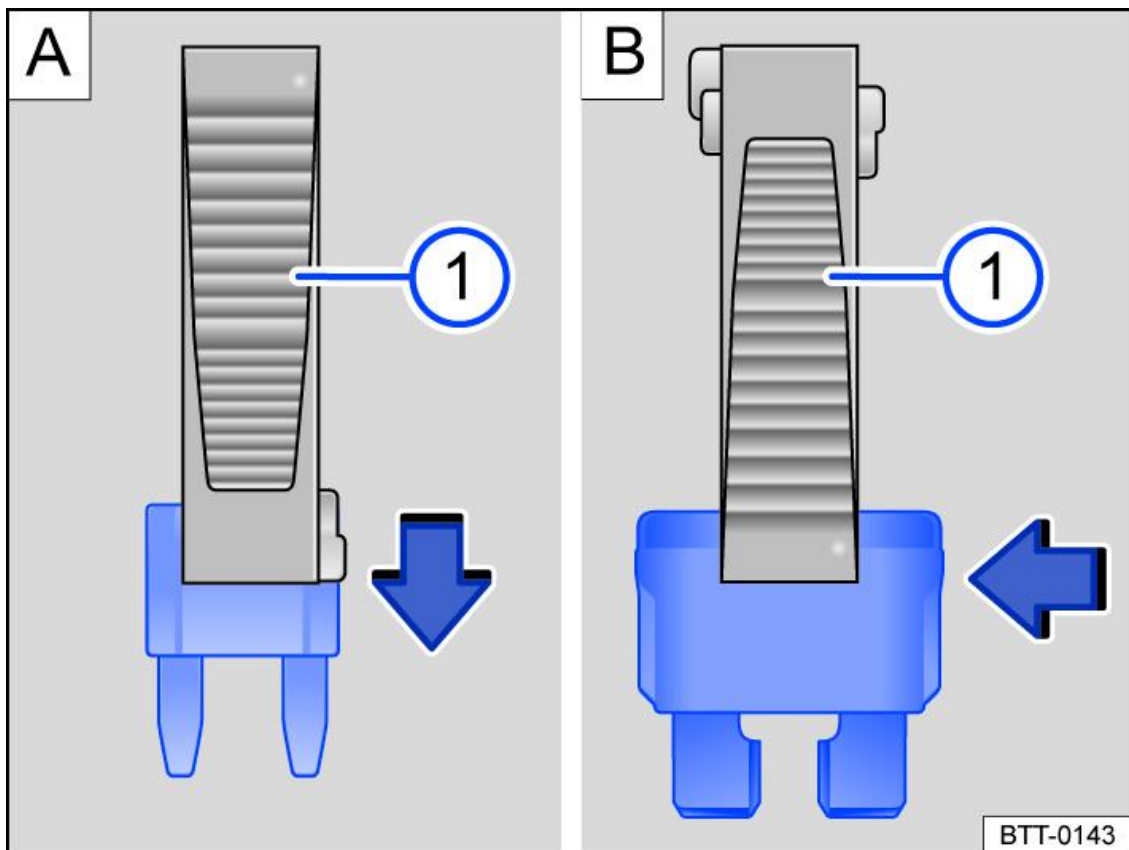

Fig. 2 Estrazione o inserimento del fusibile con la pinzetta di plastica (1) (esempio)
1. Eventualmente rimuovere la pinzetta di plastica dalla scatola dei fusibili o dal suo coperchio → *fig. 2* (1).
2. Inserire dall'alto o lateralmente la pinzetta di plastica, scegliendo la grappa adatta al tipo di fusibile → *fig. 2*.
4. Se il fusibile è bruciato, sostituirlo con uno nuovo dello *stesso* amperaggio (stesso colore e stessa scritta) e delle *medesime* dimensioni → (1).